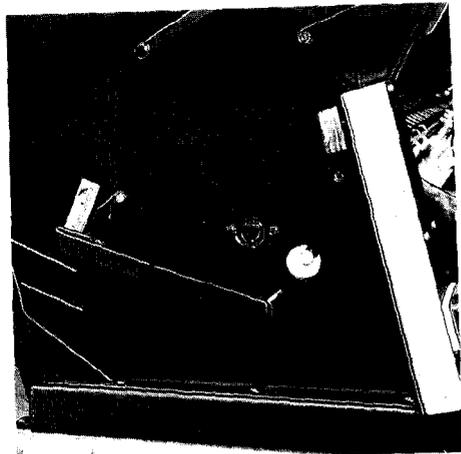
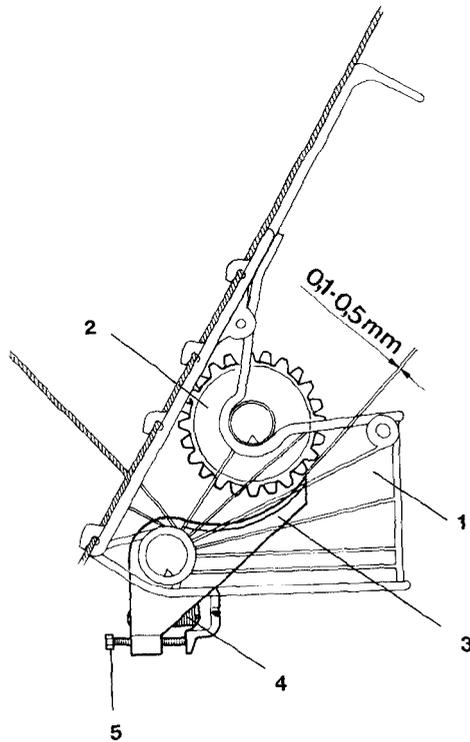

Fig. 103a
Fig. 103b
Die für die Aussaat erforderliche Saatgutmenge wird in den Sägehäusen dosiert. Das Saatgut strömt aus dem Saatkasten in die Sägehäuse. Im Sägehäuse (Fig. 103b/1) schließen Särad (Fig. 103b/2) und Bodenklappe (Fig. 103b/3) das Saatgut wie in einer Dosierkammer ein. Die dosierte Saatgutmenge wird vom Särad zum Rand der Bodenklappe gefördert, wo es in das Saatlösungsrohr fällt, das zu dem Säschar führt. Unterschiedliche Korngrößen erfordern die Anpassung der Dosierkammer an jede Korngröße. Diese Anpassung erfolgt durch Heben und Senken der Bodenklappe mit Hilfe des Bodenklappenstellhebels (Fig. 103a/1). Größeren Fremdkörpern, die mit dem Saatgut zwischen Särad und Bodenklappe gelangen, weicht die Bodenklappe nach unten hin aus. Eine starke Rückholfeder (Fig. 103b/4) bringt die Bodenklappe sofort in Arbeitsstellung zurück.
- Der Bodenklappenstellhebel (Fig. 103a/1) ist am Rastenblech (Fig. 103a/2) in Stellung „1“ zu bringen.
- Zu überprüfen ist, ob der vorgeschriebene Abstand von 0,1 mm bis 0,5 mm (siehe Fig. 103b) in jedem Sägehäuse zwischen Bodenklappe und Särad eingehalten wird. Dabei ist das Särad von Hand auf der Säwelle zu drehen.
- Der vorgeschriebene Abstand ist bei Abweichungen mit der Federspannschraube (Fig. 103b/5) einzustellen.